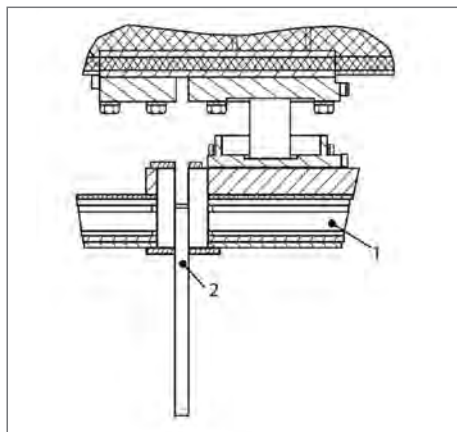

Fig. 73
2. Deslice la varilla roscada (Fig. 73 | 2) por el orificio de seguridad en el transporte perforado bajo el bastidor del depósito (Fig. 73 | 1) hasta que alcance una posición intermedia entre el Palletank® y el bastidor.